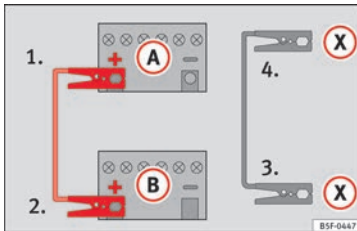

Abb. 87 Anschlussschema für Fahrzeuge mit Start-Stopp-System.
– Bei Fahrzeugen mit Start-Stopp-System: ein Ende des schwarzen Starthilfekabels X an einen geeigneten Masseanschluss, ein massives, fest mit dem Motorblock verschraubtes Metallteil oder an den Motorblock selbst anklemmen » Abb. 87.